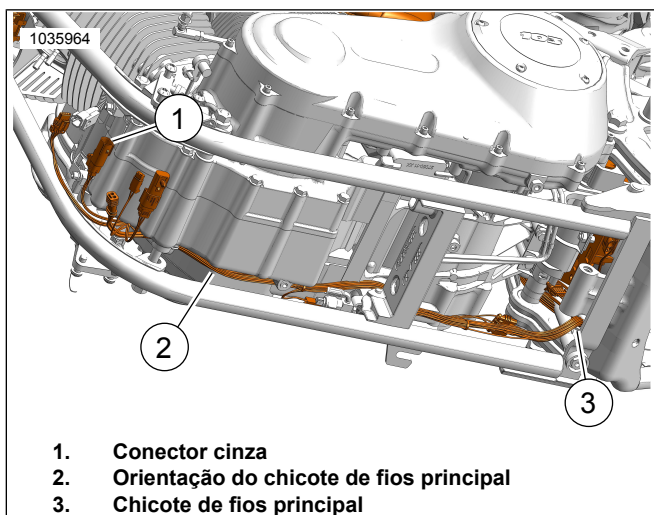

Figura 35. Orientação do chicote de fios
14. Veja Figura 35. Oriente o conector do chicote de fios cinza para fora do compartimento da bateria:
- a. Localize o chicote de fios principal (3).
- b. Oriente o chicote de fios com o conector cinza pelo chicote de fios principal (2) em direção ao conector do chicote de fios principal dianteiro.
- c. As cores dos conectores (1) devem ser correspondentes: cinza com cinza.